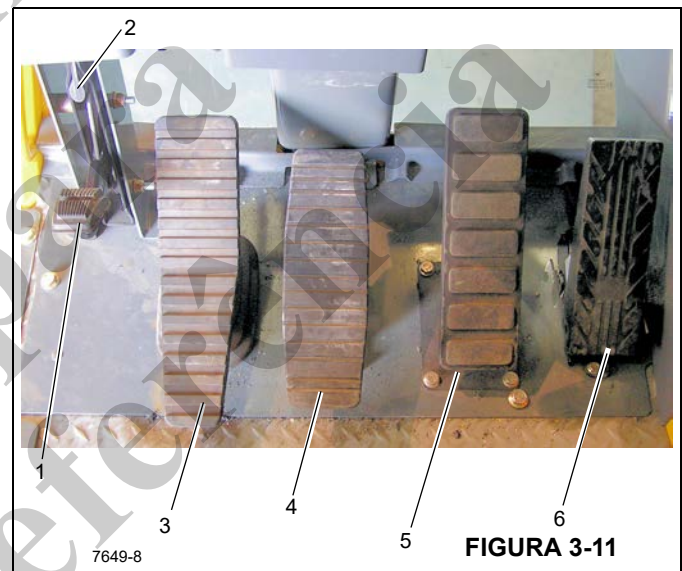

FIGURA 3-11
Números dos itens da Figura 3-11
O pedal da trava contra giro de 360° (1) (Figura 3-11) está localizado no lado esquerdo do piso da cabine do guindaste. O pedal é usado para acionar a trava contra giro para impedir que a torre gire. Para liberar a trava contra giro, puxe a alavanca de liberação da trava contra giro de 360° (2).
O pedal do freio de giro (3) (Figura 3-11) localiza-se no lado esquerdo do piso da cabine. O pedal do freio de giro é usado para acionar o freio de giro para diminuir ou interromper o movimento de giro. A frenagem é proporcional ao pressionamento do pedal. Com o pedal não pressionado e a válvula de controle do freio de giro desengatada, a pressão hidráulica é aplicada ao freio vencendo a pressão da mola e soltando o freio. Pressionar o pedal aciona a válvula do freio de giro a vácuo para aplicar pressão no conjunto do freio. Essa pressão auxilia a pressão da mola a vencer a pressão hidráulica aplicada no circuito de liberação do freio e aplica o freio de mola de acordo com a pressão da válvula do freio de giro a vácuo.
O pedal de controle do telescópio (4, Figura 3-11), fornecido quando o guindaste é equipado com um guincho auxiliar, localiza-se no lado esquerdo do piso da cabine. Empurrar a parte superior do pedal para frente estenderá a lança e empurrar a parte inferior do pedal para baixo retraindo a lança.
O pedal do freio (5) (Figura 3-11) é o segundo pedal a partir da direita no piso da cabine. Pressionar o pedal controla o acionamento dos freios de serviço.
O pedal do acelerador (6) (Figura 3-11) está no lado direito do piso da cabine. Ele é usado para controlar a rotação do motor que aumenta ou diminui proporcionalmente com a pressão aplicada no pedal. O pedal é conectado eletricamente ao módulo de controle da superestrutura que envia o sinal ao ECM do motor através do data link J1939.